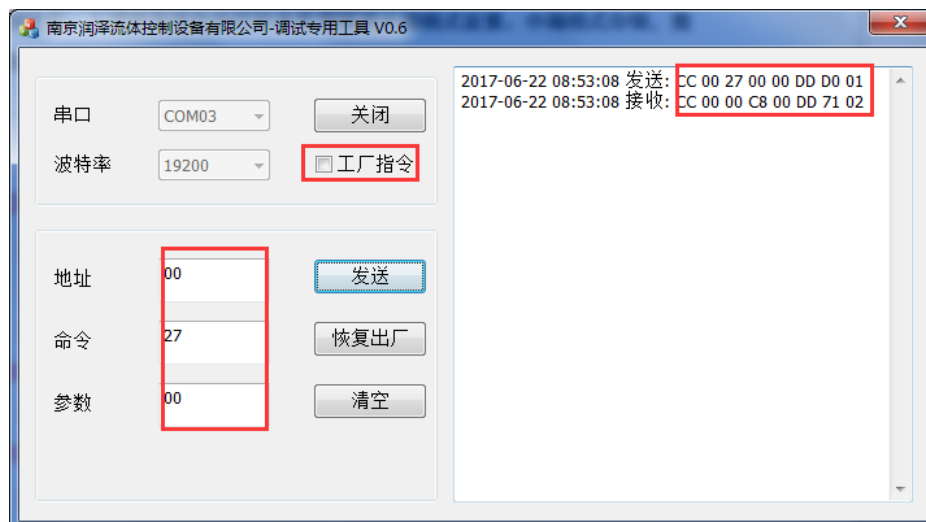

图 6
- 2、取消已勾选的工厂指令（如图 6）
3、查询已设定的速度，在命令行输入设定速度的代码 27，在参数行输入参数为 00，点击发送此时 B3 回复的代码为 c8 即最大速度设定为 200 转/分钟（参数位输入非 00 时，返回信息会显示为 02 参数错误）（如图 6）